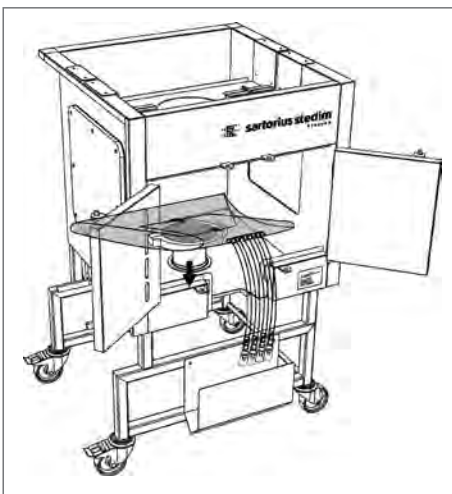

Abbildung 49
9. Setzen Sie den zusammengefalteten Bag durch die vordere Öffnung in den Palletank® ein und fügen Sie die Magnetklemme mit der Zentriervorrichtung in den Antrieb-Bag-Adapter ein (siehe Abb. 49).